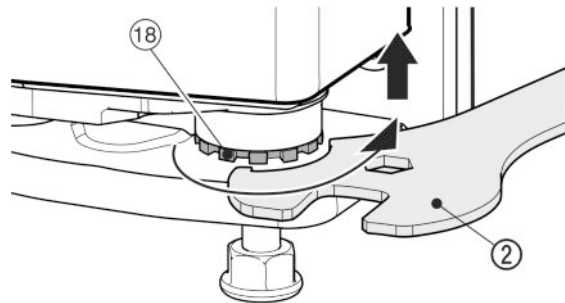

Fig. 18
- ▶ Nosta ovea kiertämällä laakeritappia Fig. 18 (18) mukana tulevalla kiintoavaimella Fig. 18 (2) myötäpäivään. Toimitustilassa laakeritappi on kierretty kokonaan sisään.